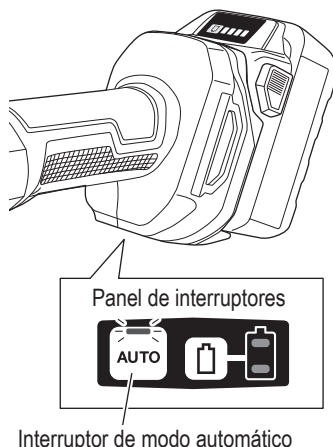

Fig. 15
12. Sobre la función de cambio del modo (Fig. 15)